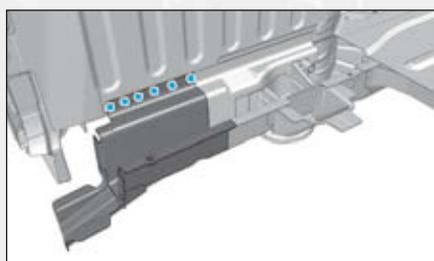

FIG.246
- Dépointer les points de soudures (Fig.246).